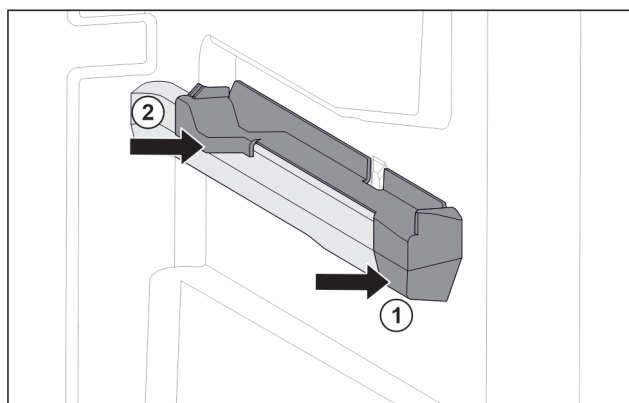

Fig. 124 Element nasadzany na prawym żebrze pojemnika
- ▶ Umieścić element nasadzany z przodu na żebrze pojemnika. Fig. 124 (1)
- ▶ Docisnąć element nasadzany z tyłu. Fig. 124 (2)